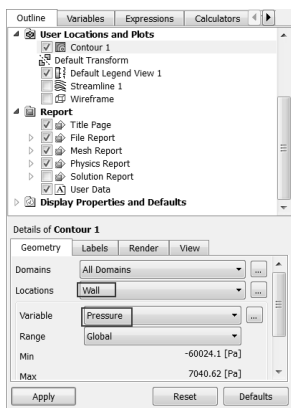

图 17-75 设置云图
Step6: 如图 17-75 所示, 取消 Streamline 1 前面的 , 在 Details of Contour 1 面板中做如下操作。